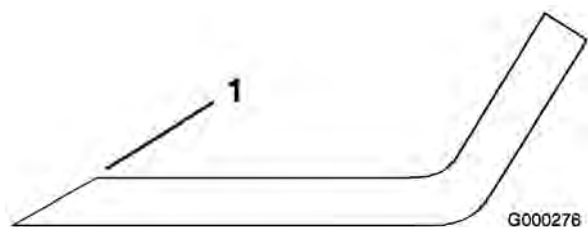

Figura 58
1. Utilice una lima para afilar el filo de corte en ambos extremos de la cuchilla (Figura 58).